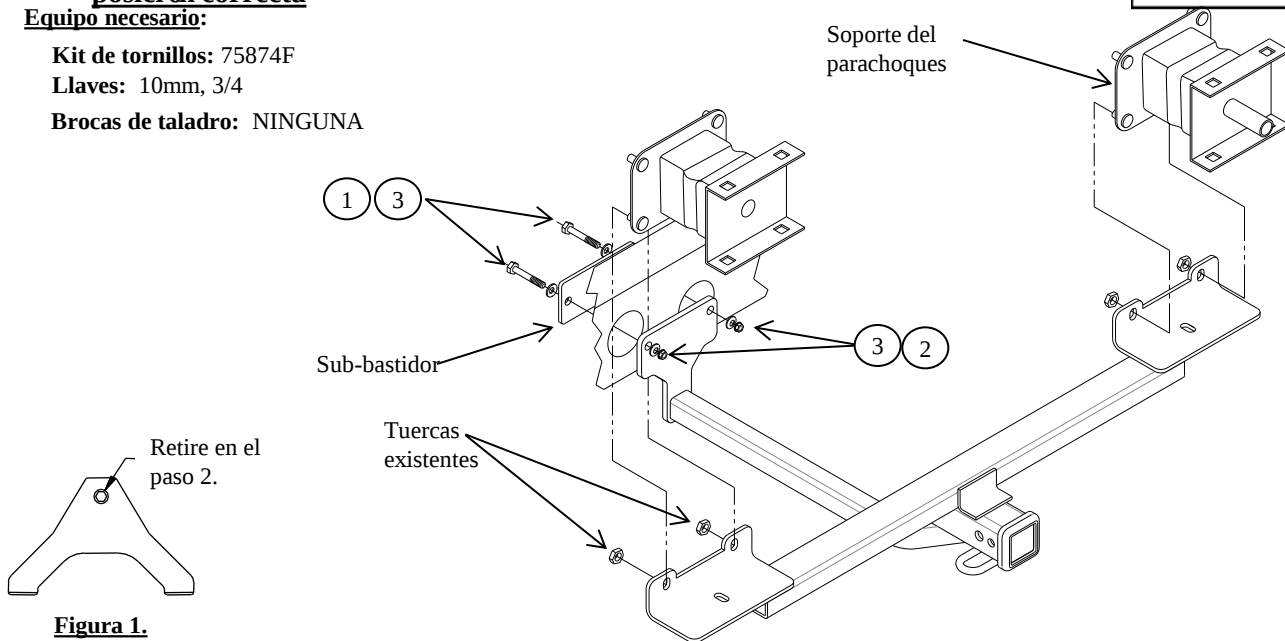

Figura 1.
①	Cant. (2)	1/2 -13 x 4.00 Perno	③	Cant. (4)	Arandela cónica, 1/2
②	Cant. (2)	Tuerca hexagonal, 1/2 -13	④	Cant. (5)	Cables de amarre
2. Retire los soportes de la placa protectora plástica (devuelva al propietario) como se muestra en la Figura 1 y las piezas de la tapa del protector de calor del escape, de manera que el protector se pueda mover libremente por encima del escape.